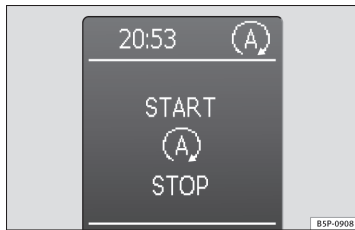

Fig. 138 Indicación en la pantalla del cuadro de instrumentos durante el funcionamiento Start-Stop.
- En la pantalla del cuadro de instrumentos se muestra información acerca del estado del funcionamiento Start-Stop ⇒ fig. 138.